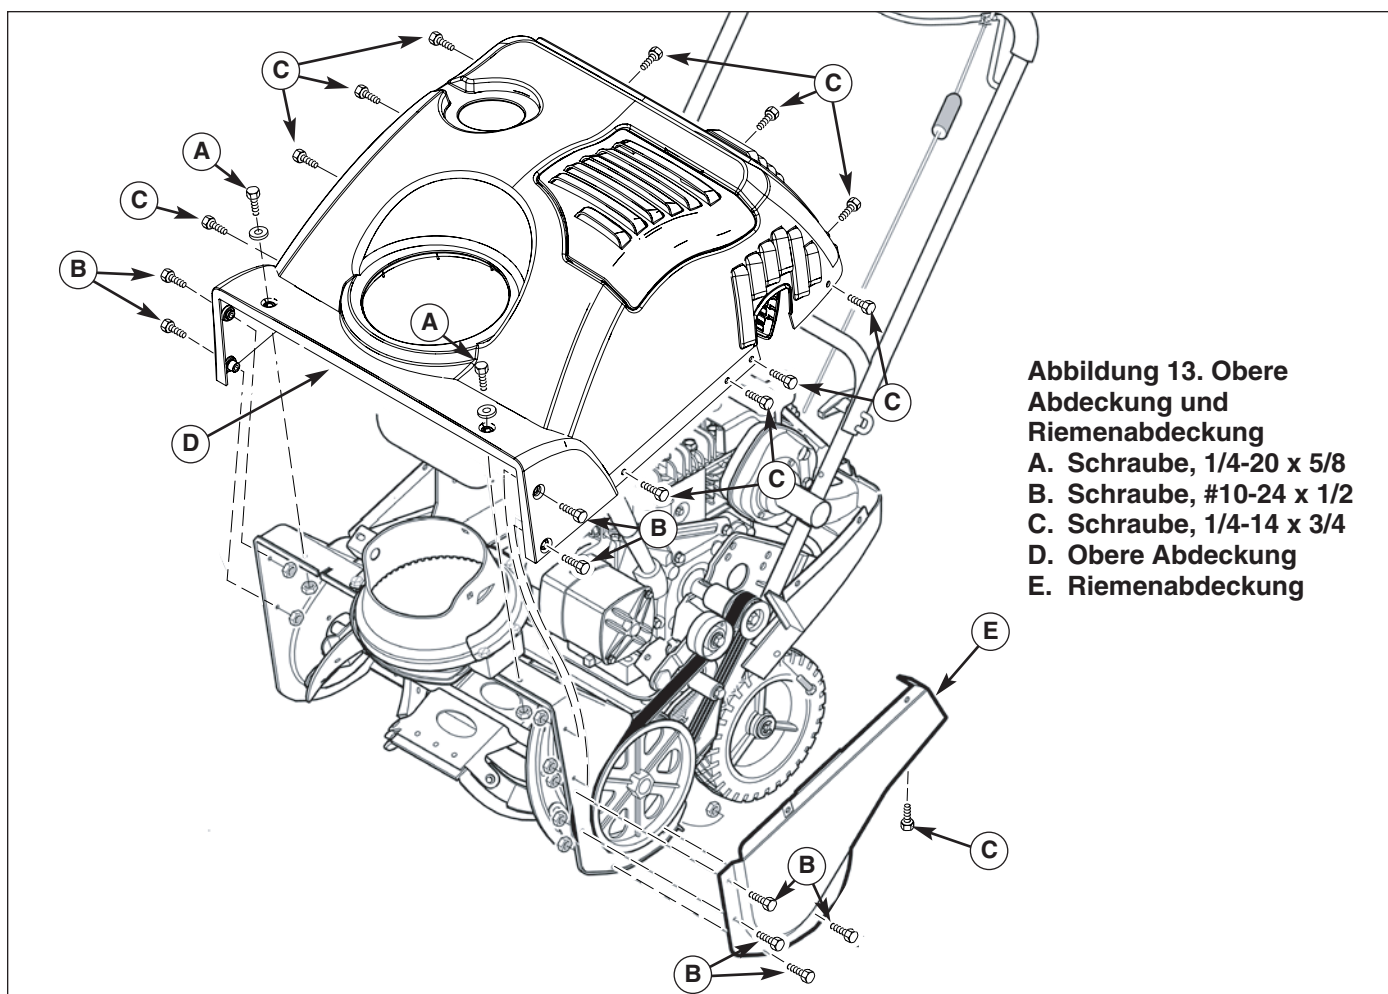

Abbildung 13. Obere Abdeckung und Riemenabdeckung
3. Die Schrauben (A, Abbildung 13) und Muttern von der Vorderseite der oberen Abdeckung (D) entfernen.
4. Die Schrauben (B) und Muttern von der linken und rechten Seite der oberen Abdeckung (D) entfernen.
5. Die acht Schrauben (C) von der linken und rechten Seite der oberen Abdeckung (D) entfernen.
6. Die fünf Schrauben (C) vom hinteren Teil der Zugangsplatte entfernen.
8. Zum Einbau der oberen Abdeckung (D) die Ausbauschritte in umgekehrter Reihenfolge ausführen.
1. Die Schrauben (B, Abbildung 13) und Muttern entfernen, mit denen die Riemenabdeckung (E) am Schneckengehäuse befestigt ist.
2. Wenn die obere Abdeckung (D) nicht entfernt wurde, die Schrauben (C) entfernen, mit denen die Riemenabdeckung an der oberen Abdeckung befestigt ist.
3. Die Schraube (C) entfernen, mit der die Riemenabdeckung (E) an der oberen Abdeckung (D) befestigt ist.
4. Den unteren Teil der Riemenabdeckung (E) nach unten herausziehen.
5. Zum Einbau der Riemenabdeckung (E) die Ausbauschritte in umgekehrter Reihenfolge ausführen.